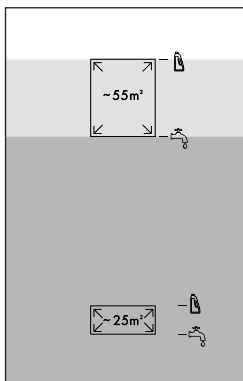

Fig. 9
- ◆ Para grandes superfícies  (até 55 m²) introduza água canalizada ou água destilada até à terceira marcação de nível  no reservatório de água limpa 11 (ver fig. 9).
- ◆ Para grandes superfícies  (até 55 m²) introduza detergente até à quarta marcação de nível  no reservatório de água limpa 11 (ver fig. 9).